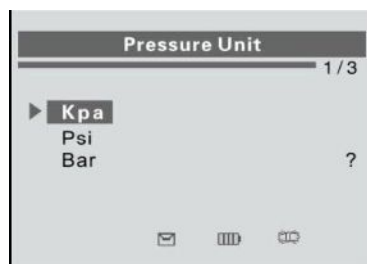

Рисунок 2-7
2) В окне **Pressure Unit** [Единица измерения давления] с помощью **кнопок прокрутки вверх/вниз** выберите требуемую единицу измерения: кПа, фунт/кв. дюйм или бар. См. рисунок 2-7.